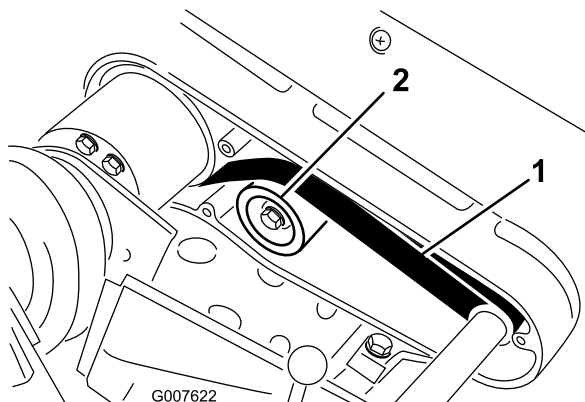

Figura 39
2. Verifique a tensão pressionando a correia a meio curso entre as polias (Figura 39) com uma força de 22 a 26 N.
- A. Desaperte a porca de montagem da polia intermédia e incline-a para o lado de trás da correia até que obtenha a tensão desejada da correia (Figura 39).